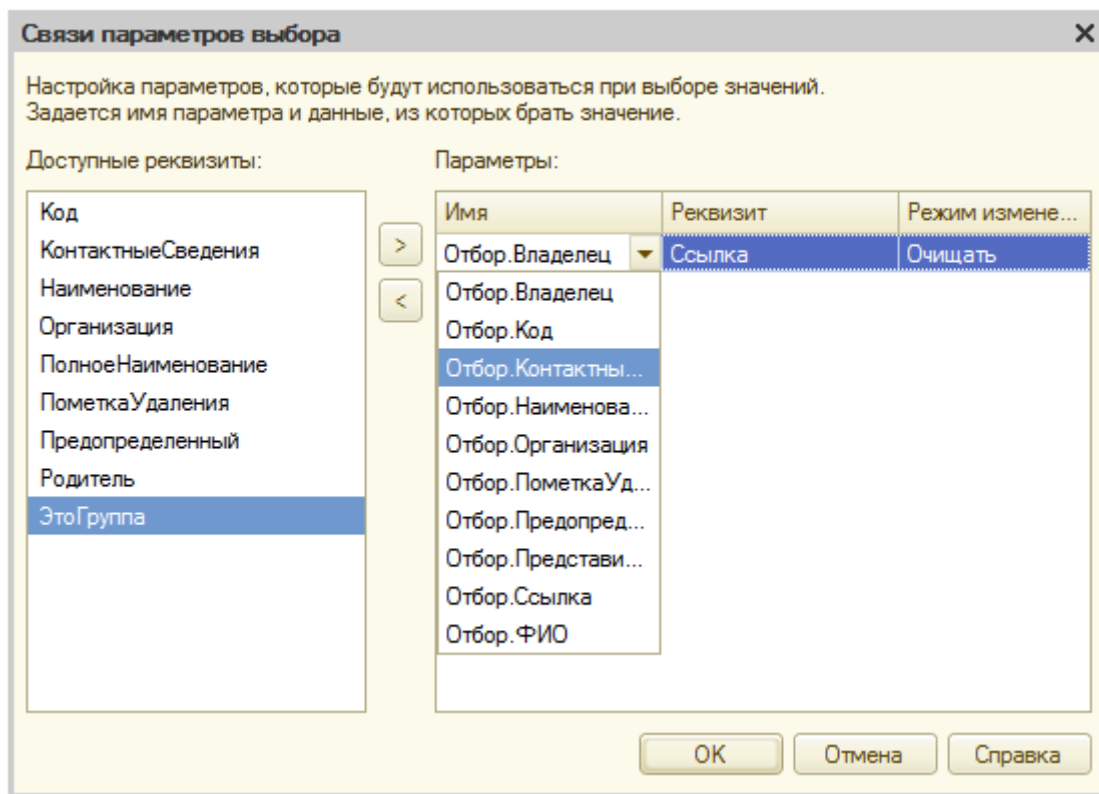

Рисунок 7.4- Возможные настройки в окне Связи параметров выбора
5. В данном случае в строке области **Параметры** отображается как раз то, что нам нужно – нам нужно, чтобы отбор в раскрывающемся списке происходил по владельцу, а именно – по текущему открытому элементу справочника **Контрагенты**, на который и указывает реквизит **Ссылка**. В поле имя можно выбрать другие варианты отбора, Рисунок 7.4.